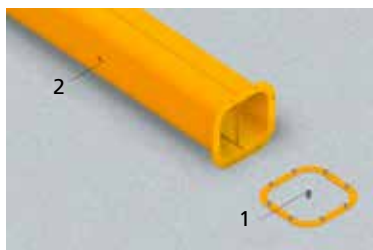

fig.25
- Nel caso di cavo 1 che fuoriesce dal tubo predisposto nel plinto, inserire direttamente il cavo all'interno della colonna fino a raggiungere il foro 2 posto alla sommità della colonna (fig. 25)